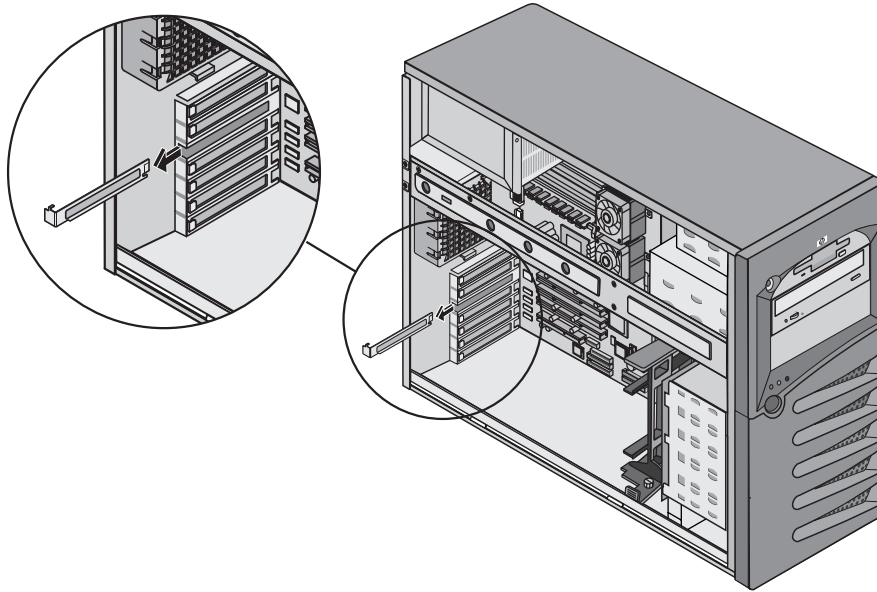

Figura 2-22. Rimozione coperchio slot
8. Spingere il coperchio dello slot PCI dal retro del telaio ed sfilarlo verso di sé per rimuoverlo. Fare riferimento alla figura 2-22.